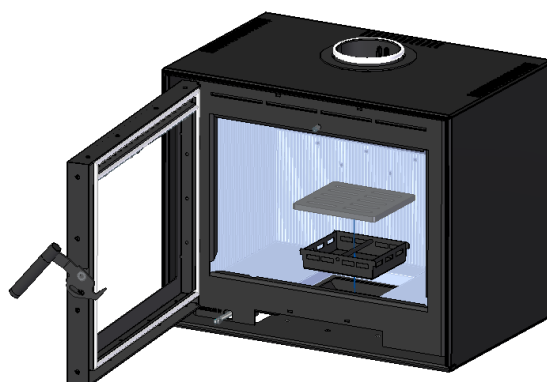

Figura 14 – Remoção da gaveta
2. Remova a grelha de cinzas assim como a gaveta de cinzas que está por baixo da grelha, ver Figura 14.